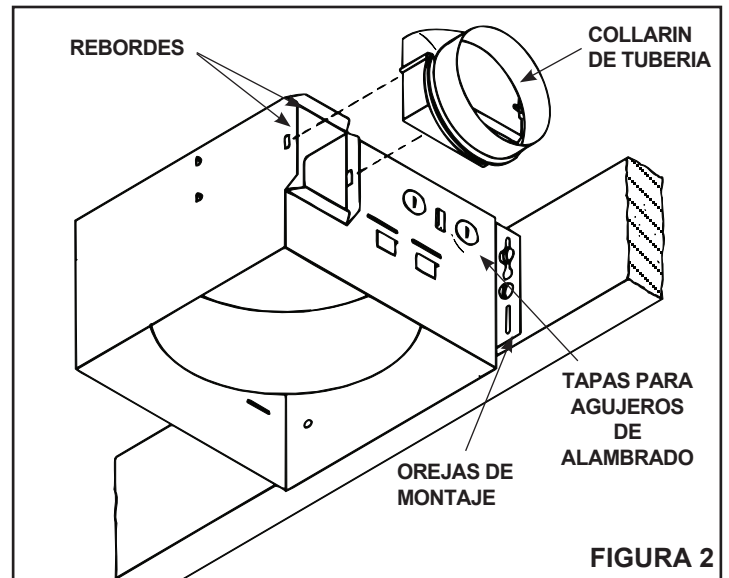

FIGURA 2
Vea la Figura 2.
1. Vea la Figura 2. Coloque el collarín de la tubería sobre los rebordes en el agujero de salida del ventilador. Asegure el collarín presionando para que las orejas del collarín caigan en su lugar en las ranuras de los rebordes.